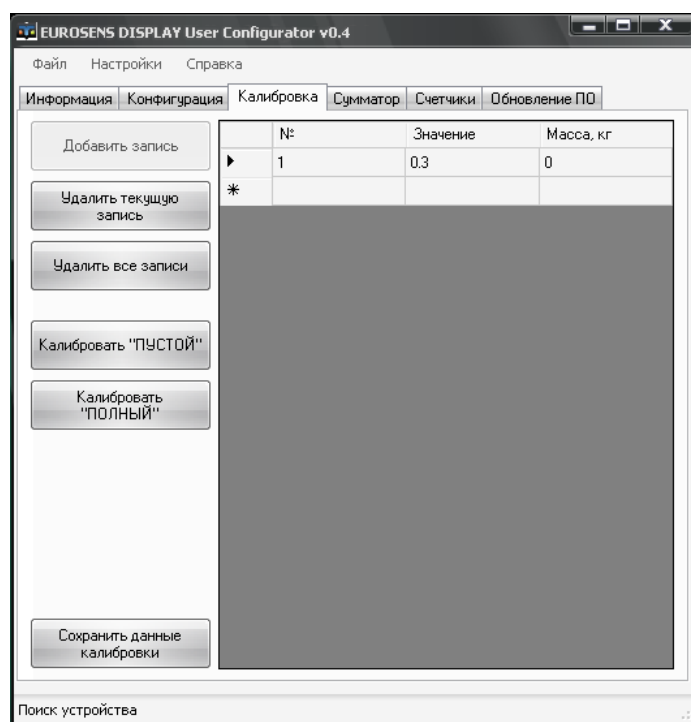

Рис.41
7) Нажать кнопку **"Калибровать ПУСТОЙ"** (рис.41).
8) Внести в первую строку таблицы в графе **"Значение"** значение напряжения, соответствующее минимальной нагрузке на ось (рис.41). Значение массы в таблице (см. графа **"Масса, кг"**) должно быть равно нулю.